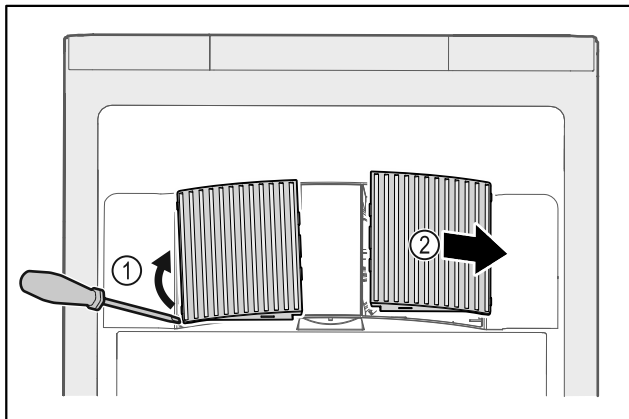

Fig. 150
- Abrir cuidadosamente las cubiertas del ventilador haciendo palanca por un lado Fig. 150 (1) y retirarlas hacia delante Fig. 150 (2).